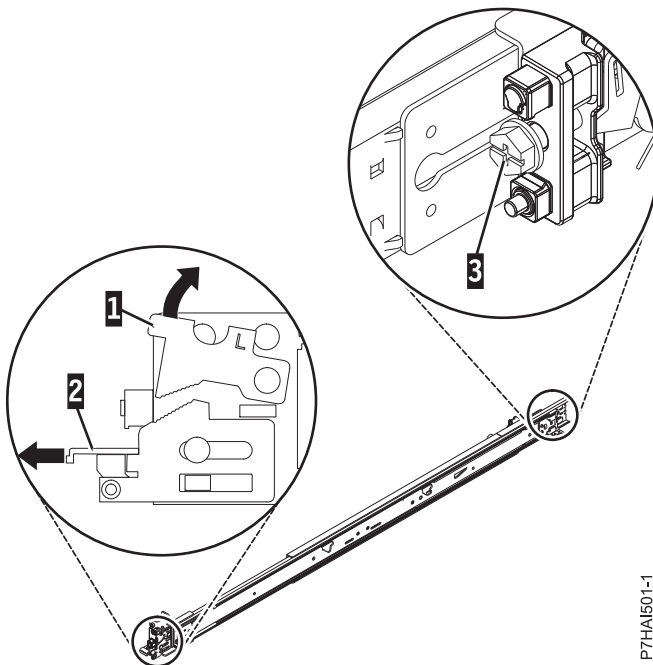

図 2. 前面ラッチの開放および後部ねじの取り外し
2. 前面のロッキング・タブ **(1)** を押し上げて、レールの前部にある前面ラッチ **(2)** を引き出します。次に、レール **(3)** の後部からねじを取り外します。詳しくは、図 2を参照してください。